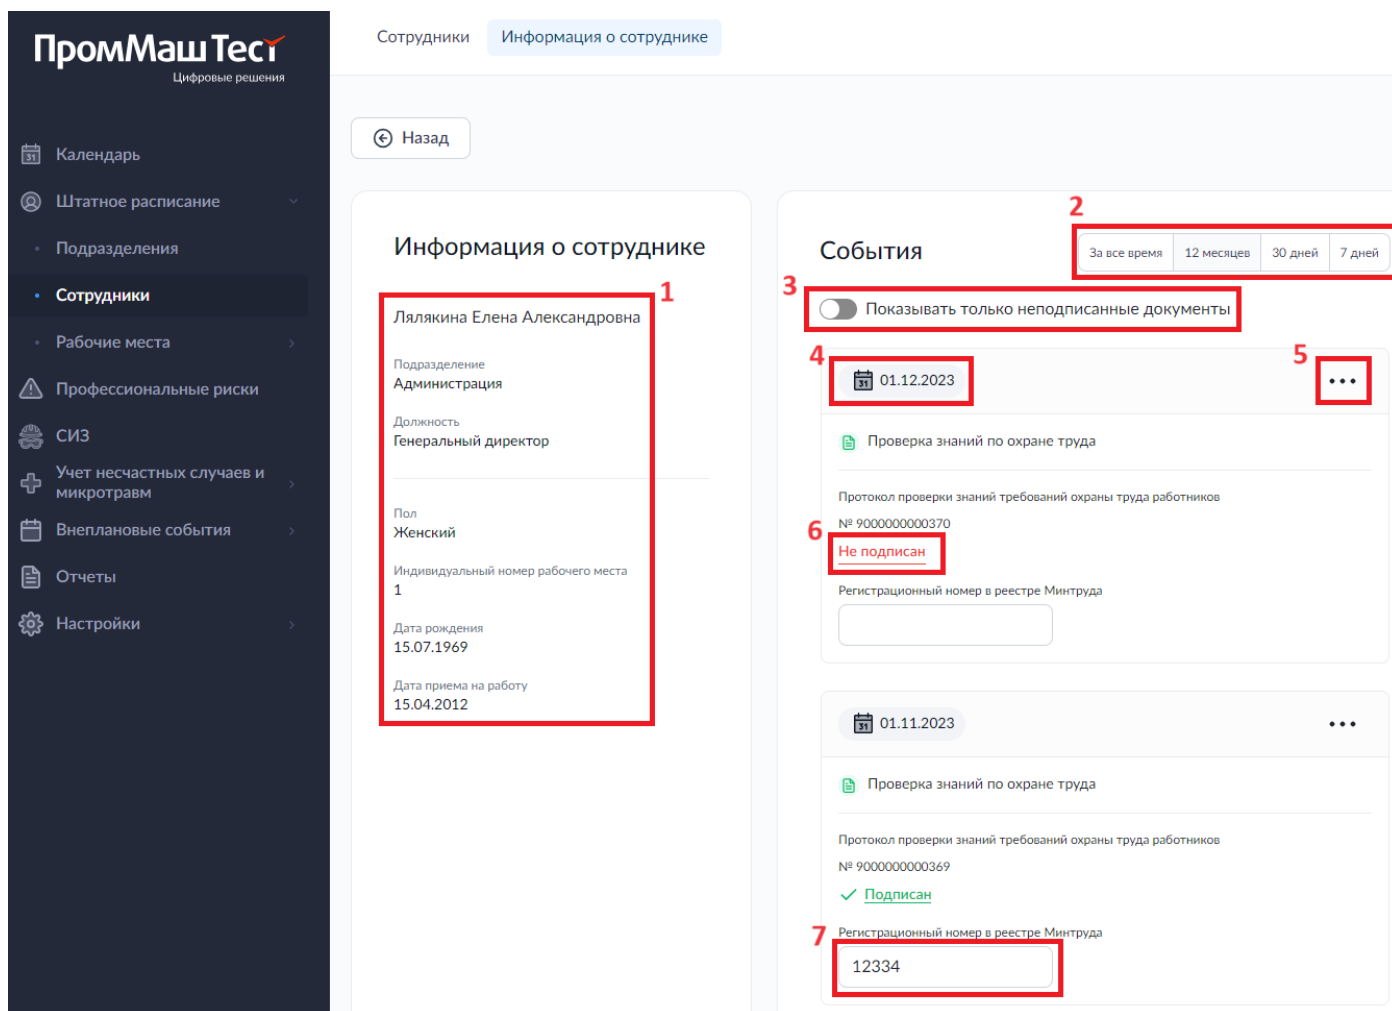

Рисунок 35. Раздел «Информация о сотруднике».
Раздел «Информация о сотруднике» (рис. 35) содержит общую информацию (1) и список событий по сотруднику. Кнопки 2, 3 позволяют настраивать условия отображения событий в списке, 4 - изменить дату события, 5 - скачивать документы, формируемые Системой и вносить изменения в правила их формирования, 6 – изменять статус документа (подписан/не подписан). Поле 7 отображается в отношении Проверок знаний по охране труда и служит для внесения информации о регистрационных номерах записей о прохождении проверок знаний (в соответствии с информацией, указанной в реестре обученных по охране труда).